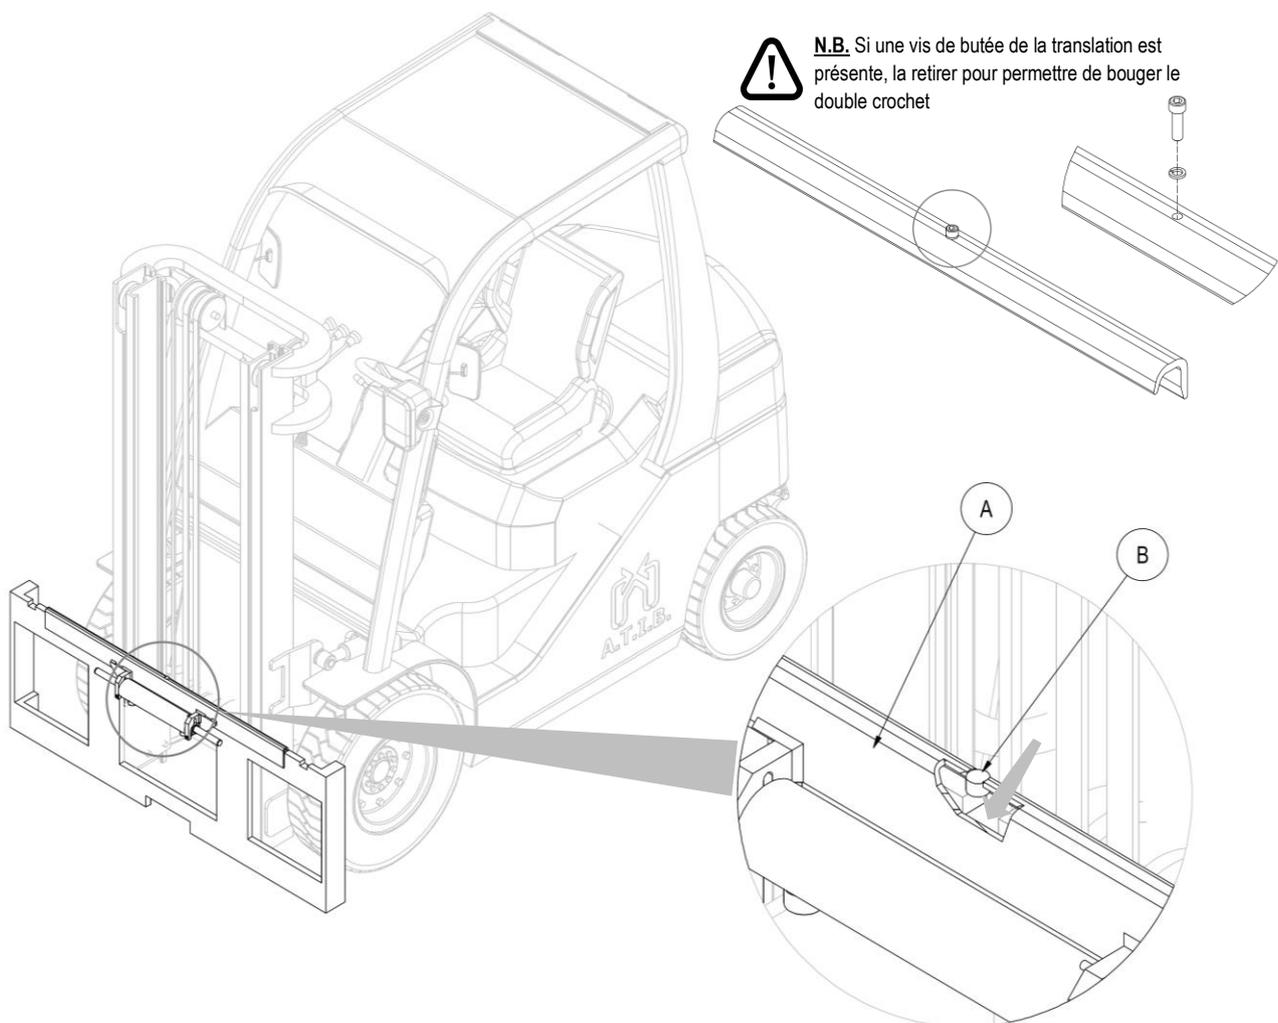

Figure 3
4. Saisir manuellement le crochet double **A** (avec le vérin correspondant) et le positionner sur le profil supérieur du tablier porte-fourches, en prenant soin d'insérer la goupille de centrage **B** dans l'encoche centrale de celle-ci (voir *Figure 3*).